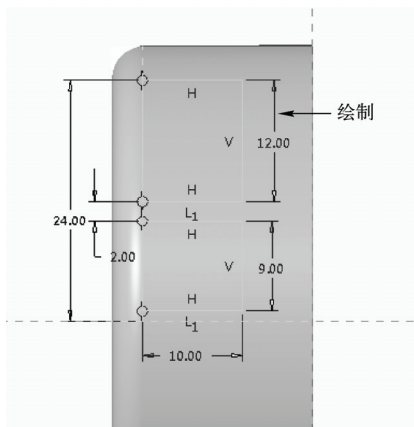

图 17-31 绘制草绘截面三
STEP 08 使用“拉伸”命令，选择“DTM1”平面作为草绘平面，接受默认的草绘视图方向和参考，单击“草绘”选项卡中的相应按钮，绘制草绘截面，如图 17-31 所示。